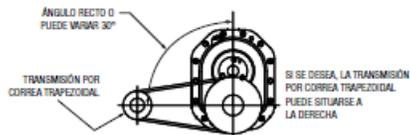

Figura 3 – Ángulo de la correa trapezoidal
- Si no utiliza un soporte de motor Dodge Torque-Arm II, instale el motor y la transmisión por correa trapezoidal de forma que la correa quede aproximadamente en ángulo recto respecto a la línea central entre el eje accionado y el primario (Figura 3). Esto permitirá que se tense la correa trapezoidal con el brazo de torsión.